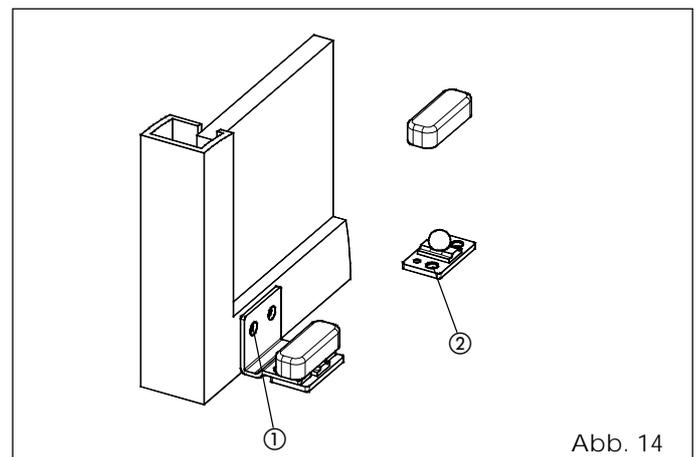

Abb. 14
- Die Gleitschuhe gemäß Abb. 14 - Bez. ① befestigen.
- Den Gleitschuh mit Hilfe der entsprechenden Dübel und Schrauben gemäß Abb. 14 - Bez. ② direkt am Fußboden befestigen.